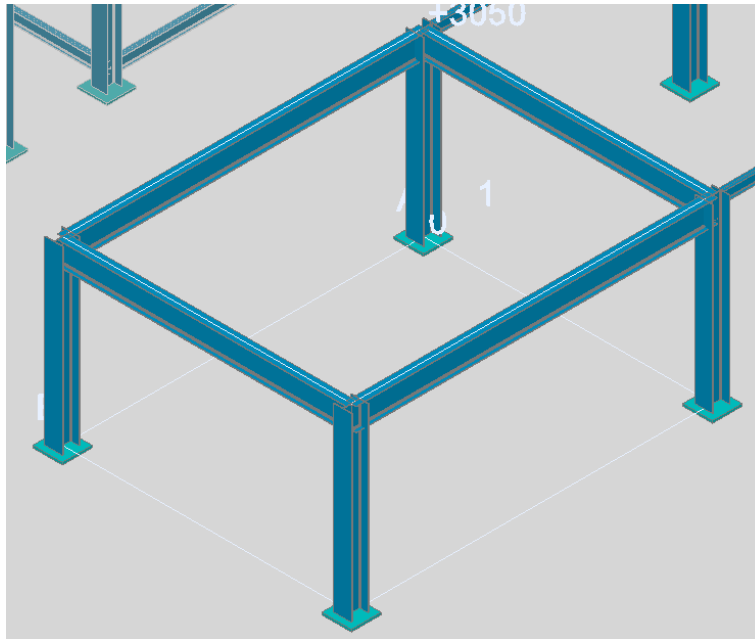

Рис. 54
- Включите режим отображения **Модель форм** (Рис. 54).